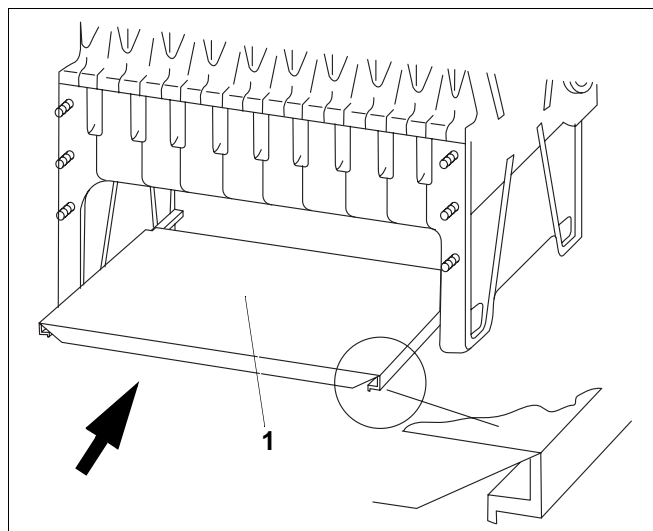

Fig. 37 Insérer la tôle de fond
- Insérer la tôle de fond (fig. 37, **pos. 1**) dans le foyer; la face ouverte vers le bas.